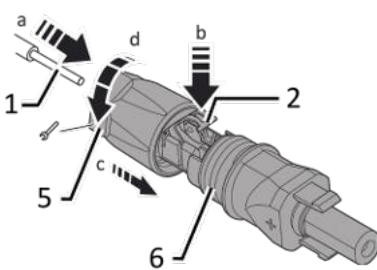

Abb. 22. Adern einfügen
1. Isolierte Adern mit verdrehten Litzen vorsichtig bis zum Anschluss einführen (siehe Abb. 22).